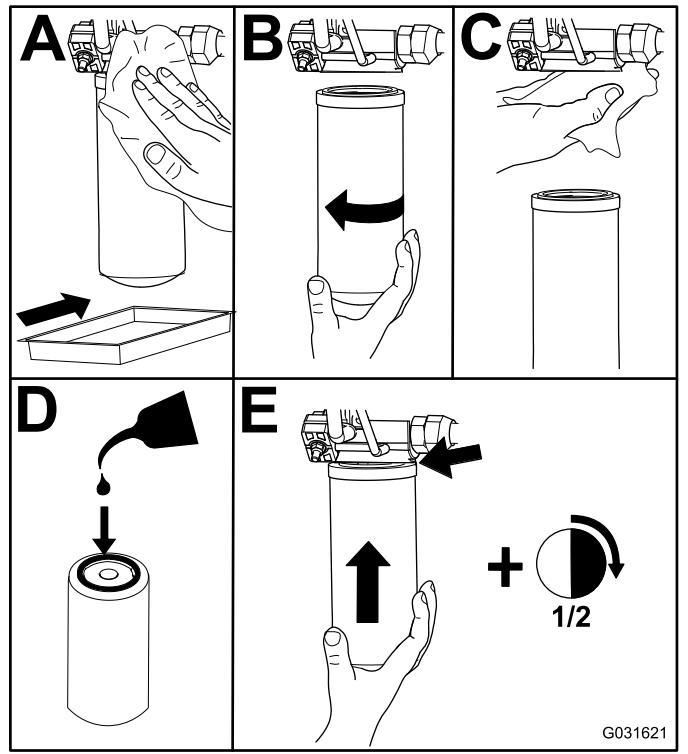

Рисунок 105
- Замените гидравлические фильтры (Рисунок 105).